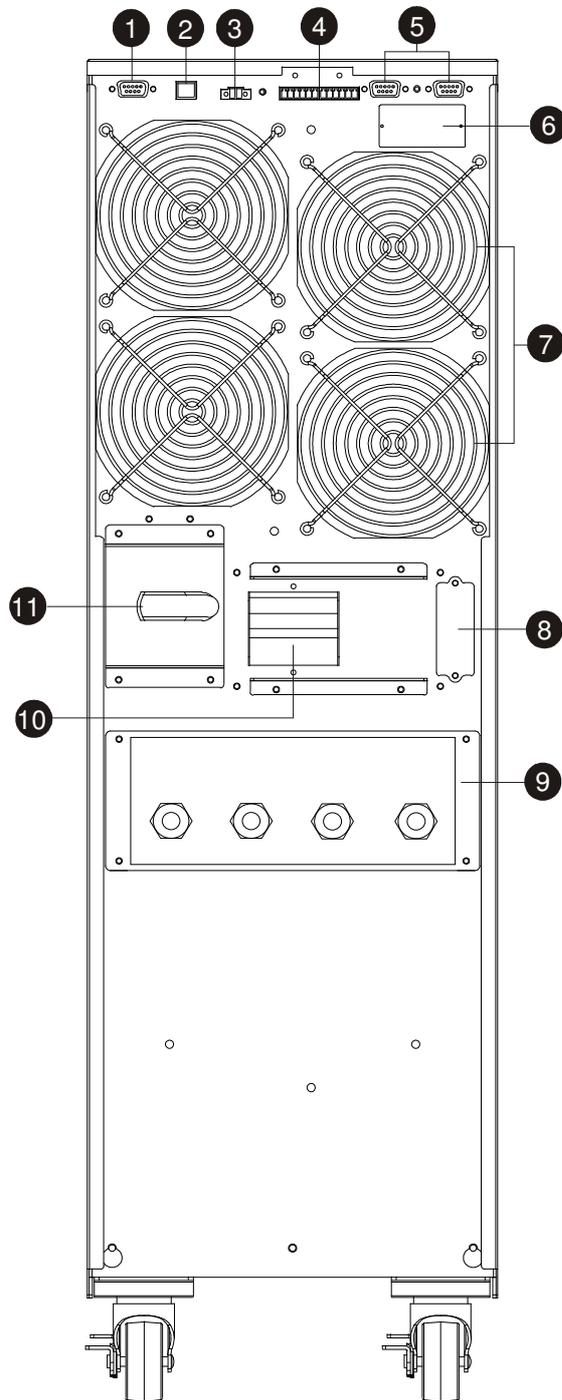
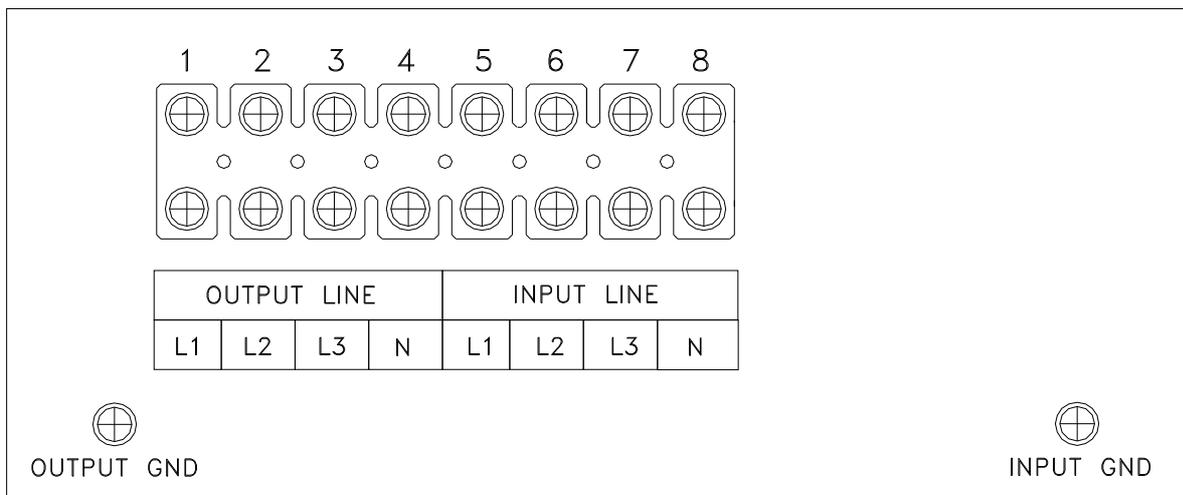

Figura 4 - Pannello Posteriore
Figura 5 - Morsettiera d'Ingresso/Uscita
9. **Pannello metallico di accesso alla morsettiera d'Ingresso/Uscita:** rimuovendolo si accede alla morsettiera per i collegamenti d'Ingresso/Uscita (vedi figura 5).
1. L'interruttore Ingresso Rete sul retro sia "OFF" (vedi figura 4).
1. Togliere il pannello metallico di accesso alla morsettiera d'Ingresso/Uscita, posto in basso sul retro (vedi figura 4). La morsettiera d'Ingresso/Uscita è illustrata in figura 5. Tutti i cavi che verranno collegati alla morsettiera devono arrivare alla morsettiera entrando dagli appositi fori sul pannello metallico.
2. Procedere al collegamento della linea d'Ingresso (INPUT LINE) facendo attenzione alla corretta polarità e alla corrispondenza con le sigle dei morsetti riportate in figura 5, come spiegato sotto:
- ▶ Rimuovere il pannello metallico di accesso al connettore per il Box Batterie Esterno, posto sul retro dell'UPS (#8, figura 4).
- ▶ Collegare il cavo Batterie al connettore per il box Batterie Esterno (#8, figura 4) sul retro dell'UPS.
1. Controllare che l'interruttore Ingresso Rete sul retro sia in posizione "OFF" (vedere figura 4).